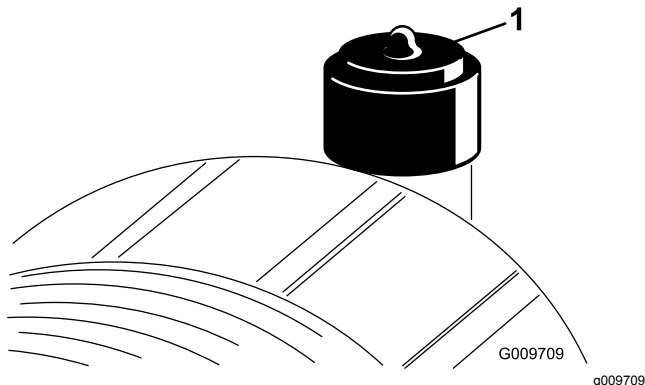

Figura 67
Revise el filtro del limpiador de aire únicamente cuando el indicador de mantenimiento lo requiera (Figura 67). El cambiar el filtro antes de que sea necesario sólo aumenta la posibilidad de que entre suciedad en el motor al retirar el filtro.
2. Reinicie el indicador (Figura 67) si se ve rojo.